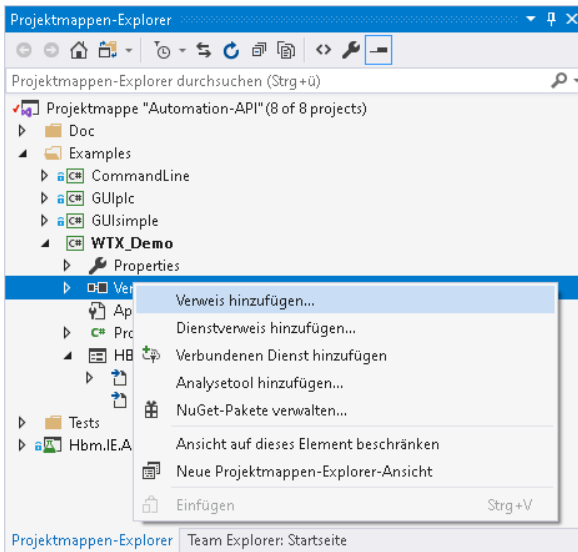
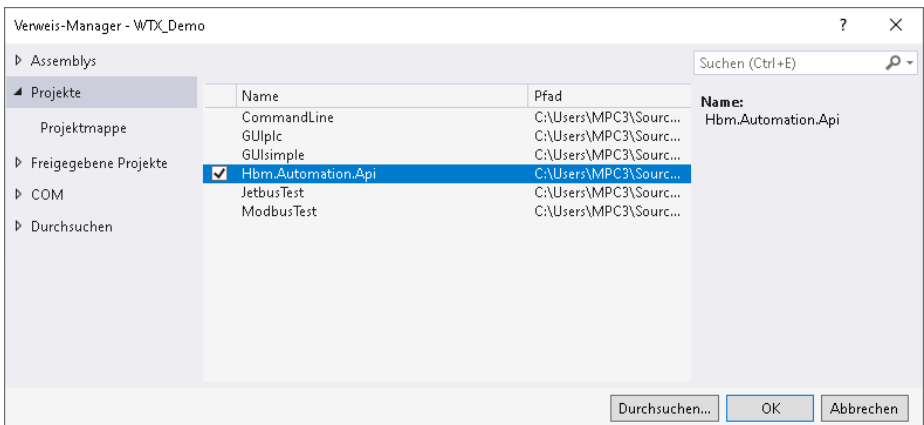

Abb. 7.8 Verweis hinzufügen
Abb. 7.9 HBM Automation API auswählen
- Fügen Sie den Verweis auf die HBM Automation API hinzu (*Abb. 7.8* und *Abb. 7.9*).